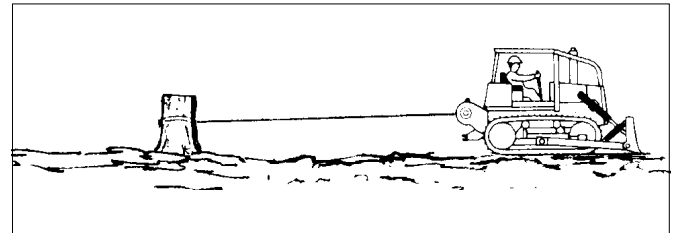

Figura 18 - Come spostare un veicolo in panne (A)
A. Un trattore o skidder si muove spesso in aree in cattive condizioni di trazione. Un veicolo dotato di verricello, può impiegarlo per liberare se stesso da fango o altre aree in cui non riesce a muoversi con la sola forza delle ruote motrici o cingoli. Cfr. Figura 18. Seguire la seguente procedura.